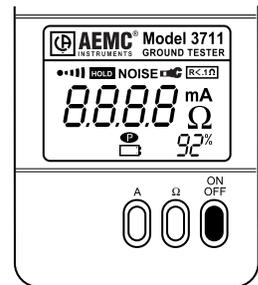

Fig. 5
- Estado de la carga de la batería (El símbolo de la batería parpadea y el 0-100% también) (fig.5)